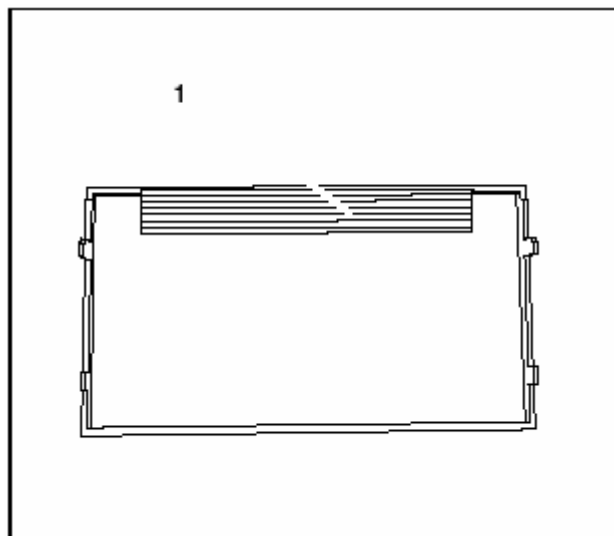

Рис. 8 Пластиковая пластина
Поставляемая вместе с прибором пластиковая пластина (рис. 8, стр. 8) монтируется позднее в качестве заглушки снизу на прибор управления. Следует учитывать высоту данной детали при монтаже.
- В месте рифления (рис. 8, **поз. 1**) вырезать отверстия в тех местах, где к прибору подходят провода.